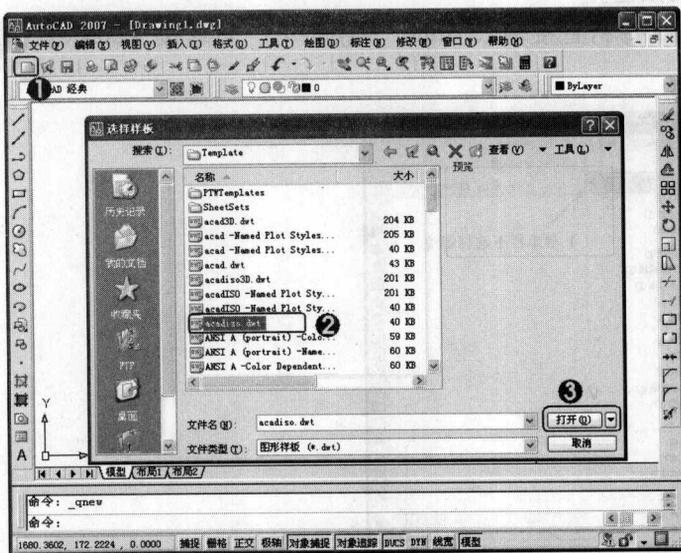

图 1-1 选择样板新建空白文档
(1) 在 AutoCAD 界面中已经打开 dwg 文件, 建立一个新的空白文档, 首先单击【新建】按钮①(或按键盘上的【Ctrl】+【N】组合键), 打开“选择样板”对话框, 在默认的 Template 目录下选择 acadiso 样板②, 然后单击【打开】按钮③, 即新建了一个文件, 如图 1-1 所示。